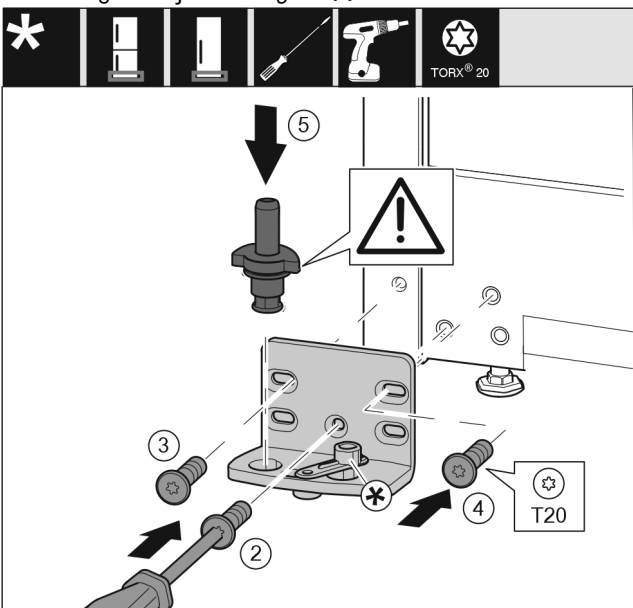

Fig. 14
- ▶ Lagerbus op de andere kant aanbrengen en met behulp van een schroevendraaier T20 vastschroeven. Met schroef 2 onder in het midden beginnen. Fig. 14 (2)
- ▶ Schroef 3 en 4 vastschroeven. Fig. 14 (3,4)
- ▶ Lagerbout volledig aanbrengen. Let op dat de vergrendelknop naar achter wijst. Fig. 14 (5)